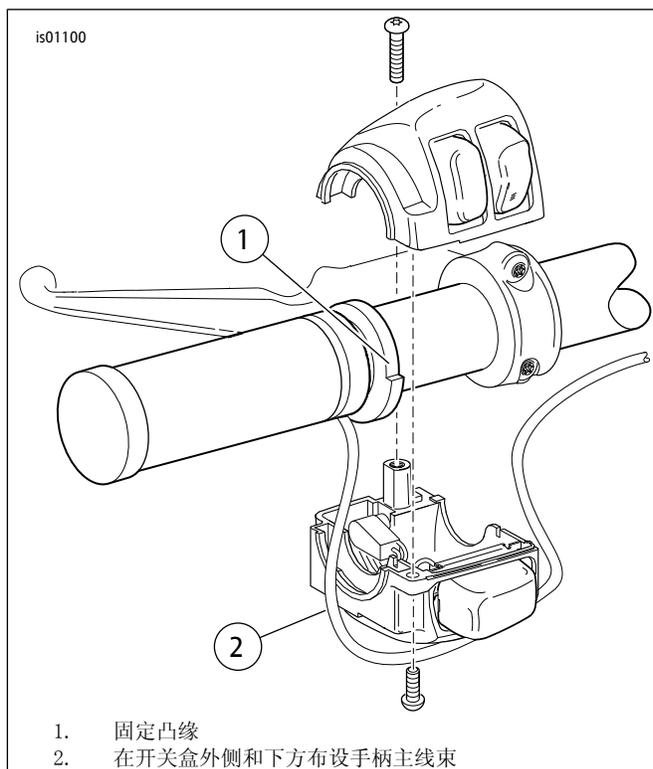

图1. 加热手柄(左侧)
9. 参见图1。在把手上定位左侧手柄，使固定凸缘( 1 )能够牢固安装至下部开关盒( 2 )中。